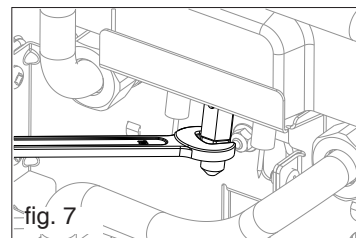

fig. 7
- Remover o injetor piloto (fig.7)